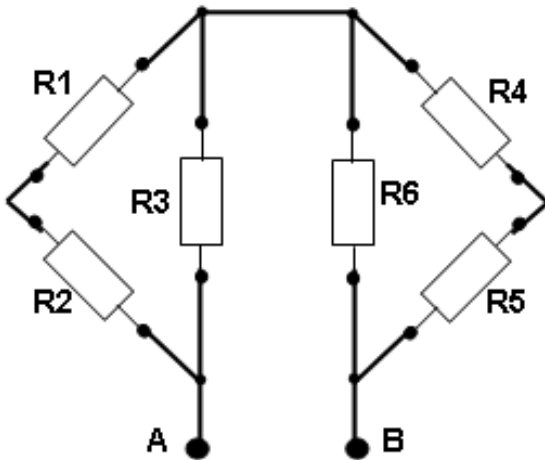
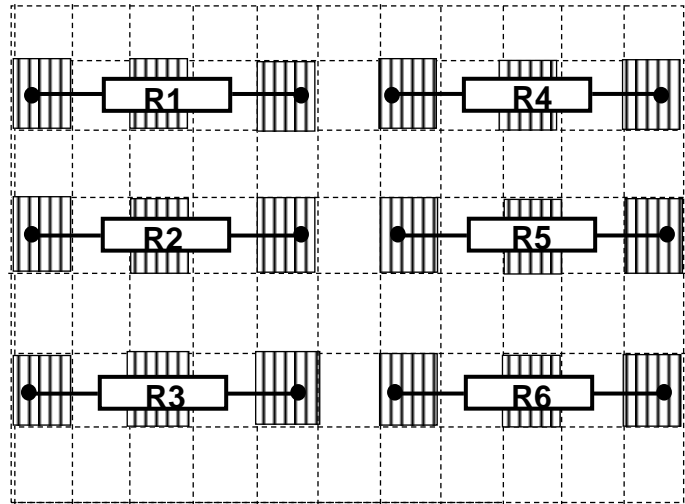

Figura 1 Schema rețelei
Figura 2 Schema de conexiuni
3. În schema din figura 2 completez legăturile dintre rezistoare conform schemei rețelei de rezistoare din figura 1 astfel: